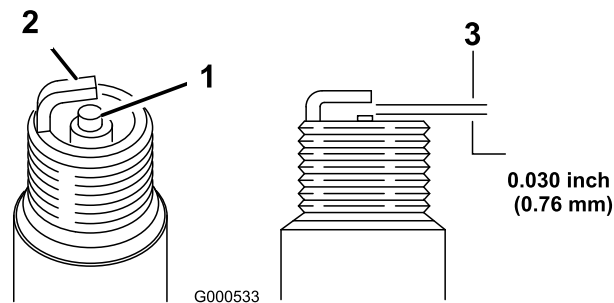

Рисунок 20
5. Установите в свече зазор, равный 0,76 мм, как показано на Рисунок 20.